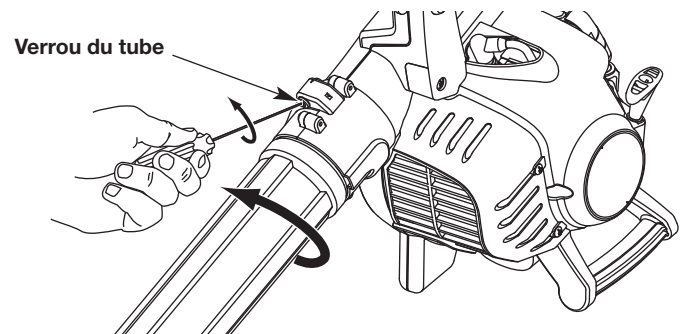

Fig. 4
1. Insérez un tournevis à tête plate dans le verrou du tube. Tournez le tournevis d'un quart de tour dans le sens antihoraire et maintenez-le en place (Fig. 4).
2. Tordez le tube du souffleur dans le sens antihoraire jusqu'à ce qu'il se débloque de la sortie du souffleur (Fig. 4).